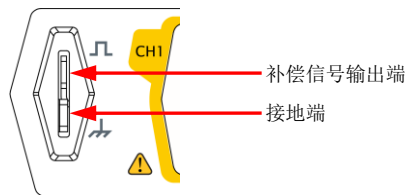

图 10 使用补偿信号
2. 将探头的接地鳄鱼夹连接至图 10 所示的“接地端”。
3. 使用探头连接示波器的通道 1 (CH1) 输入端和图 10 所示的“补偿信号输出端”。